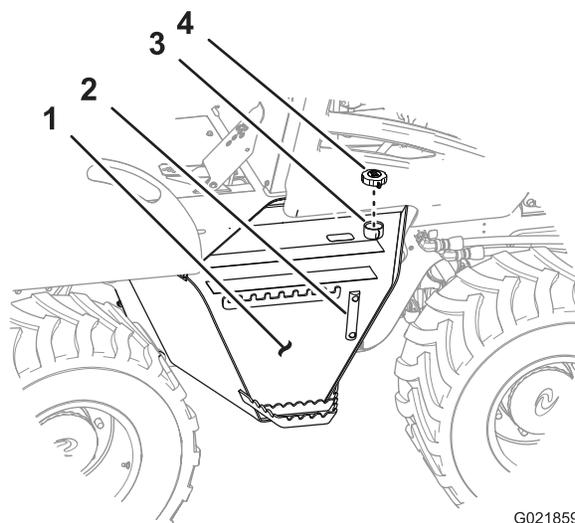

Figura 91
3. Remova a tampa de enchimento/respiro do bocal de enchimento (Figura 91).